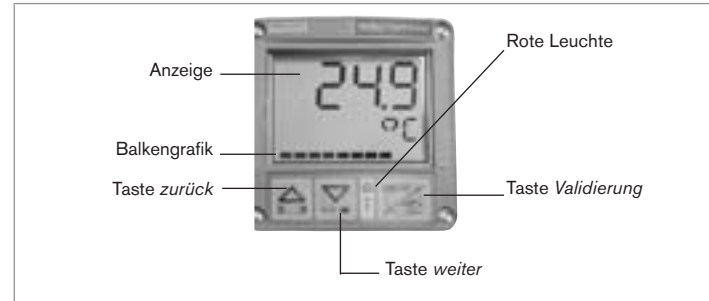

Bild 22: Beschreibung der Anzeige
- einer Anzeige, die die gemessene Temperatur, die Konfiguration und eine Balkengrafik anzeigt (siehe Bild 22) ;
- einer roten Leuchte, die den Umschaltzustand des Transistor- oder Relaisausgangs anzeigt (siehe Bild 22) ;
- drei Navigationstasten (siehe Bild 22 und die nachstehende Tabelle).